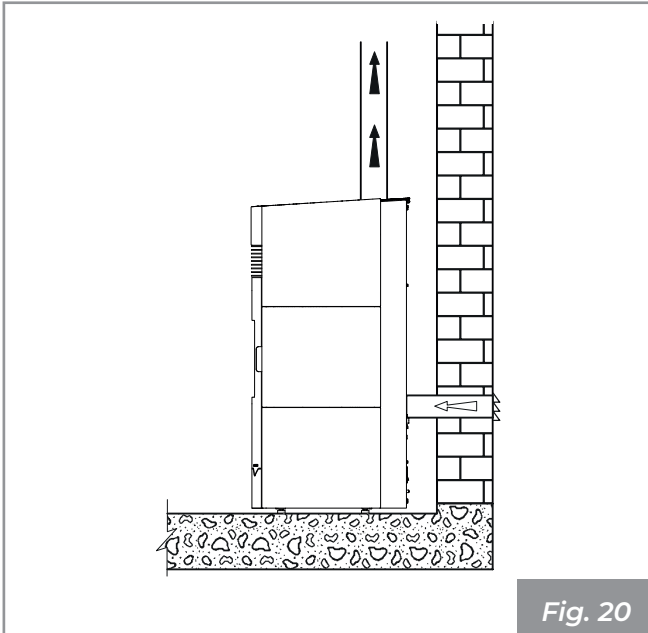
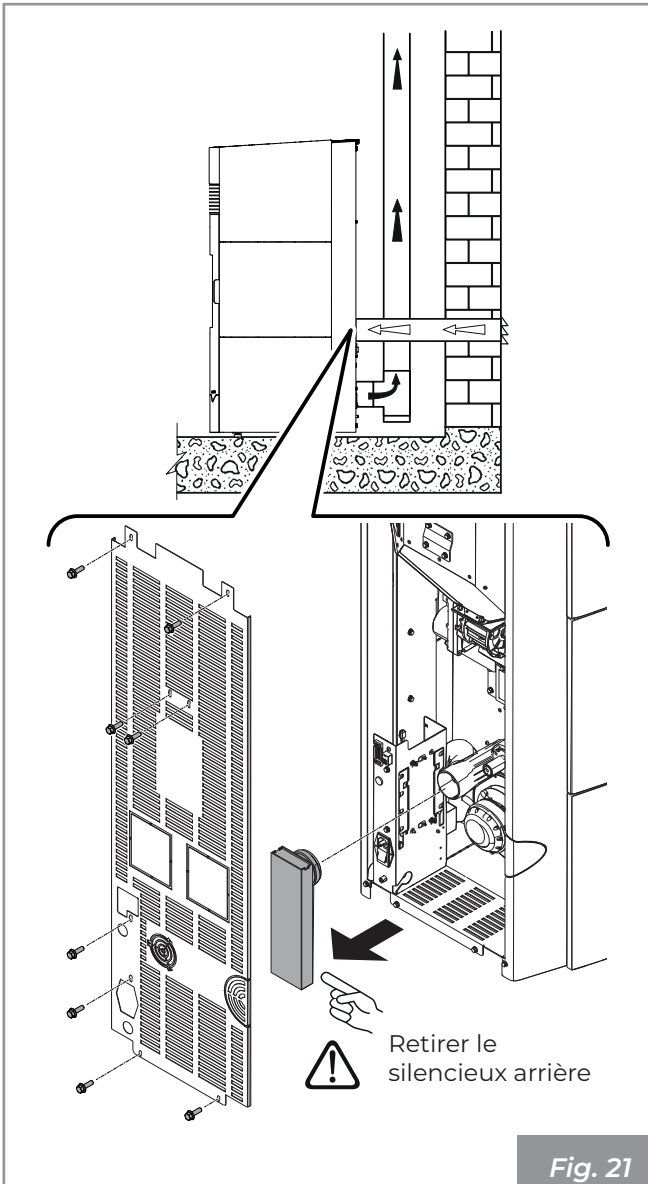

Fig. 20
Fig. 21
- il peut provenir directement de l'extérieur à travers un raccordement direct à la chambre de combustion (**Fig. 18 - Fig. 21**).
- relier l'entrée d'air de combustion de l'appareil à la prise d'air avec un conduit approprié (**Fig. 20 - Fig. 21**).